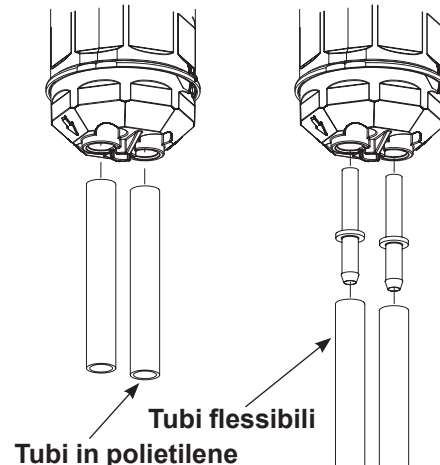

Figura 26 Montare i tubi nel blocco a Y inferiore
6. Vedi Figura 26. Quando la pompa è assemblata, serrare del tutto la vite lunga per far aderire completamente l'uno all'altro tutti i componenti.